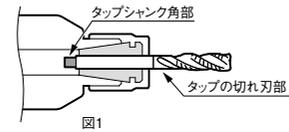

図1
- コレットの内径長さ以上にタップのシャンク部を差し込んで下さい(図1)。
ER8コレットには角穴がないため、コレットの破損、把握力低下、精度低下の原因になります(図1)。
- タップの切れ刃部はコレットでつかまないとして下さい。精度低下の原因になります(図1)。